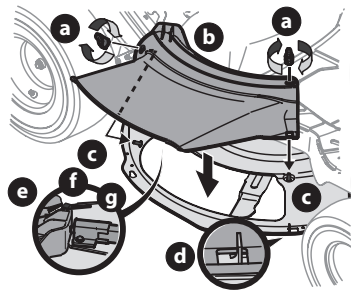

Figura 12
- Extraiga las perillas de aleta (a) que se instalaron en la plataforma de corte y consérvelas para colocarlas posteriormente (Figura 12).
- Coloque el canal de la plataforma (b) en la abertura de descarga sobre la plataforma. Los espárragos (c) en la superficie de la plataforma calzarán en los orificios de la parte superior del canal de la plataforma (b). La pequeña lengüeta (d) del borde de la plataforma calzará en el recorte cuadrado de la parte inferior del canal de la plataforma (b) (Figura 12).
NOTA: compruebe que la parte superior-trasera del canal de la plataforma (b) esté oprimiendo el interruptor de seguridad (e) que está ubicado en la superficie de la plataforma. El motor no arranca si el canal de la plataforma (b) no está correctamente ubicado en su lugar (Figura 12).
- Sujete el canal de la plataforma (b) ajustando las perillas de aleta (a) que se extrajeron en el paso 1 (Figura 12).